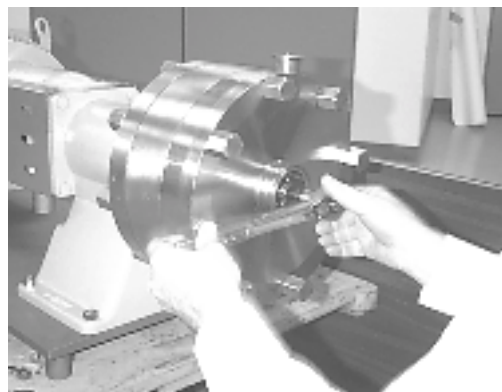

Figure 16
4. Loosen impeller retainer bolt. (Figure 16)